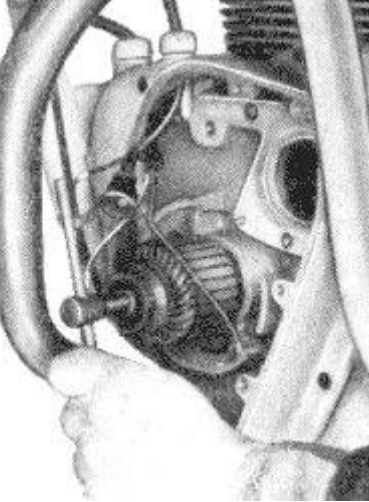

Bild 87. Lichtmaschinenanker abdrücken
6. Anker mit Hilfe einer Abdrückschraube (Gewinde M10) abdrücken (**Bild 87**).